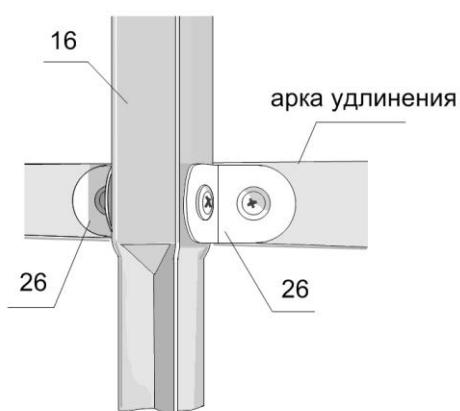

Рис. 14
3.9.1. **Вариант - 1.** Сборка двухметровой секции удлинения тоннеля теплицы аналогична сборке торцевой двухметровой секции. На ровный участок положите арку удлинения п.3.7 и присоедините стрингеры № 16 (см. рис. 14).